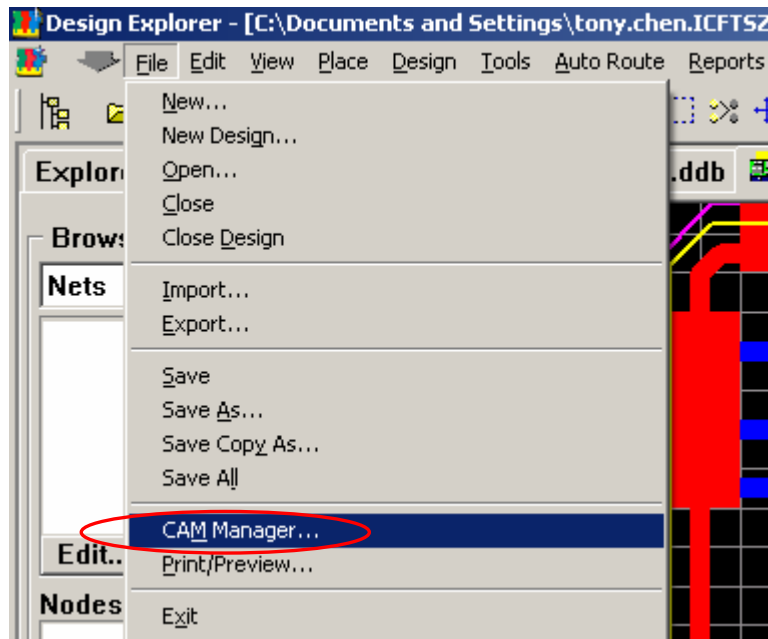

图 1
1. 打开你要转换成 Gerber 的文档，然后如图 1 所示：